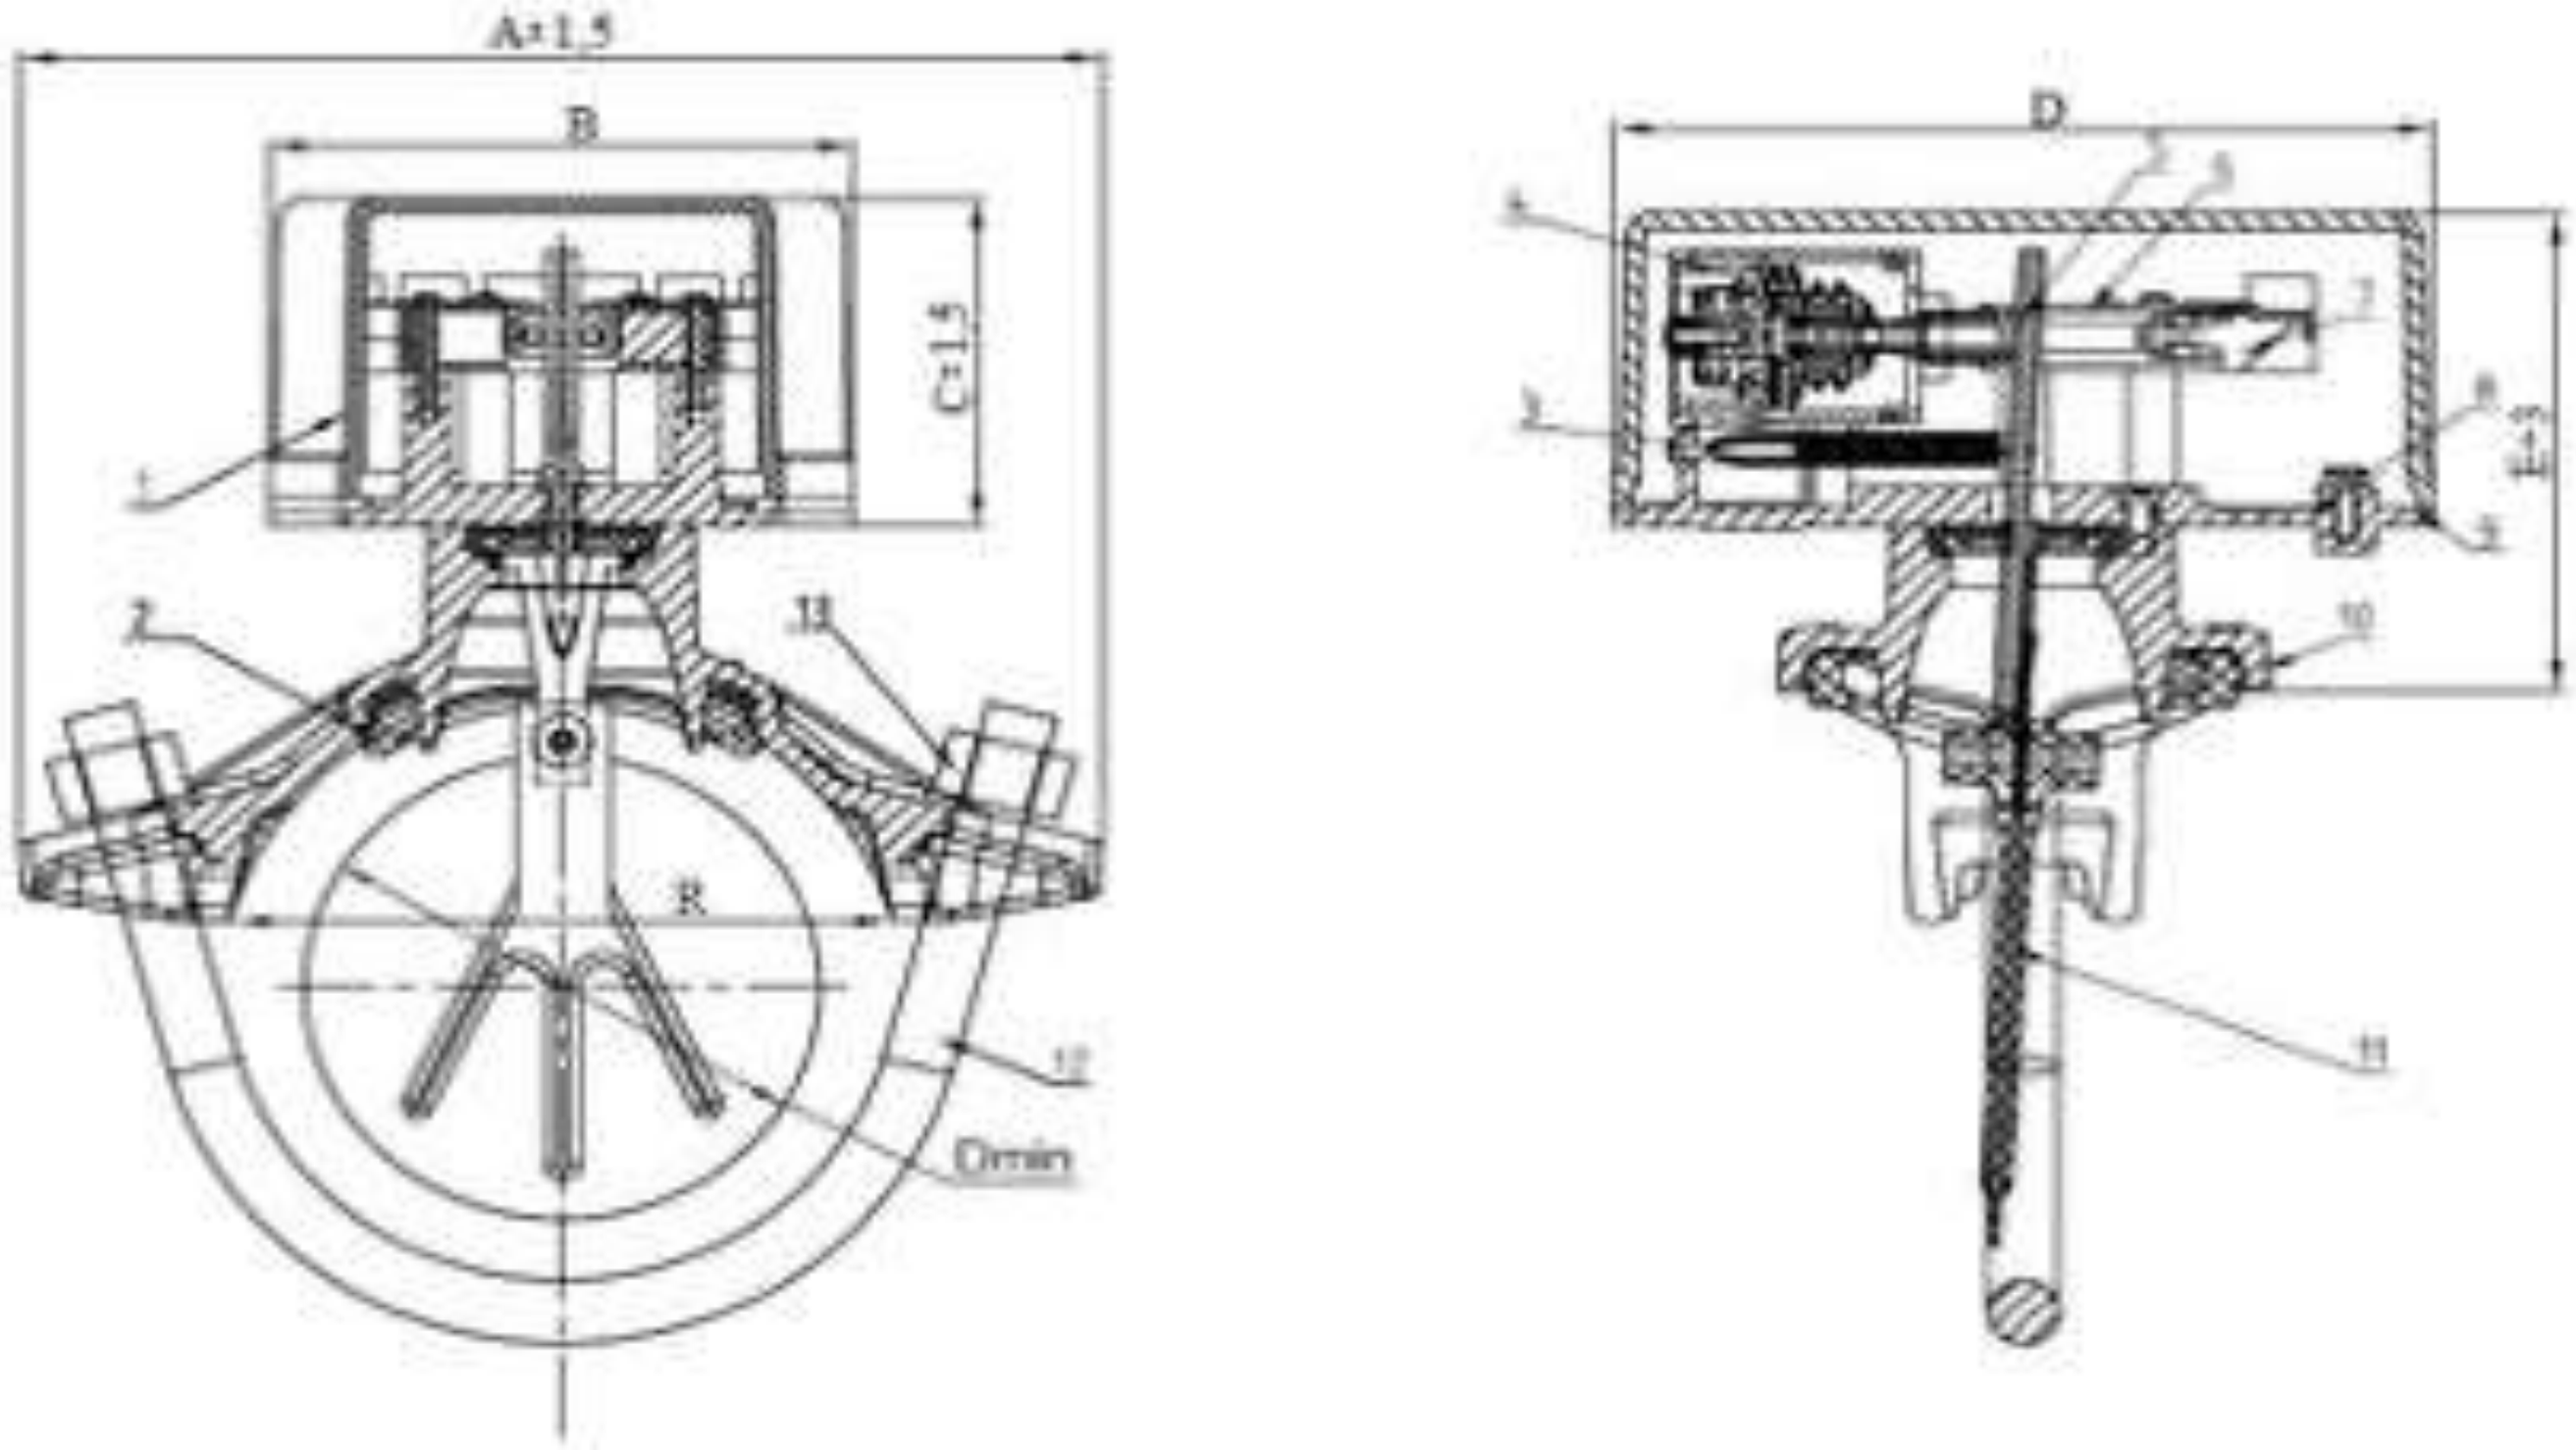

Рисунок 1
2.2 Устройство, внешний вид , с указанием основных размеров СПЖ смотри рисунок 1, таблицу 2 и таблицу 3.
* D min – смотри рисунок1.
4.2.1 Для исключения ложных срабатываний СПЖ, связанных с возникновением гидравлических ударов и переходных процессов потока жидкости, в СПЖ установлено регулируемое пневматическое устройство замедления срабатывания (поз 4. рисунок 1,таблица 2).